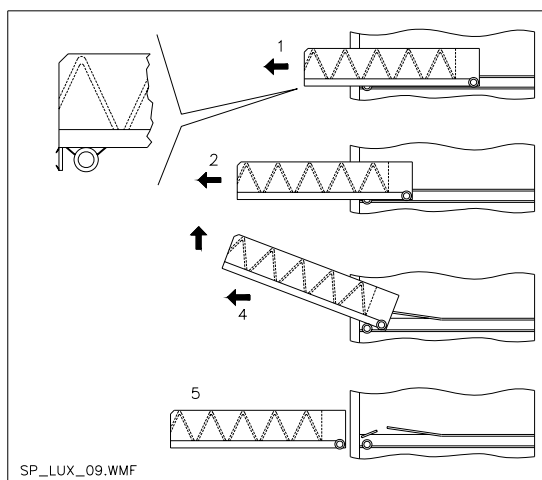
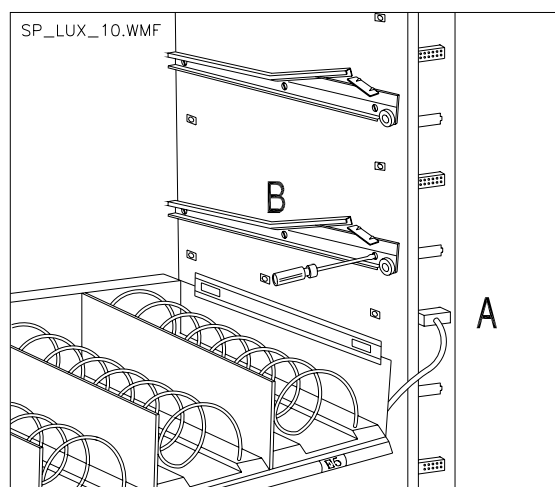

FIG. 8
FIG. 9
Pour remplacer un tiroir: - Ouvrir la porte principale. - Débrancher la tension électrique en mettant l'interrupteur dans la position "off". - Déconnecter le connecteur électrique A fig. 9 - Extraire le tiroir vaincant la résistance du ressort de positionnement. - Tirer le tiroir jusqu'à fin de course, le lever vers le haut, ensuite tourner vers le bas jusqu'à un décrochage de la glissière, en fin l'enlever du distributeur fig. 8. Pour le montage d'un autre tiroir le procédé est le suivant: - Insérer le tiroir. - Pousser jusqu'à ce que le tiroir s'enclenche dans la position de blocage. - Insérer le connecteur électrique A fig. 9 - Brancher le distributeur en positionnant l'interrupteur sur "ON". - Fermer la porte principale.
9.5 VARIATION DES TIROIRS (FIG. 9)
Les distributeurs ayant 6 tiroirs peuvent être modifiés en 7 tiroirs. Si le distributeur est monté avec 6 tiroirs, il faudra procéder comme suit: - Ouvrir la porte. - Débrancher la tension électrique en mettant l'interrupteur dans la position "off". - Extraire du distributeur tous les tiroirs. - Déplacer les glissières réf. B (la dernière en bas est déjà positionnée correctement, on ne doit pas la déplacer). - Déplacer les connecteurs, réf. A fig. 9, qui se trouvent sur le bord du caisson. - Enlever un couple de glissière, un câblage connecteur. - Remonter 7 tiroirs en vérifiant à ce que le ressort de blocage soit enclenché et les connecteurs bien insérés. - Entrer les prix nouveaux.